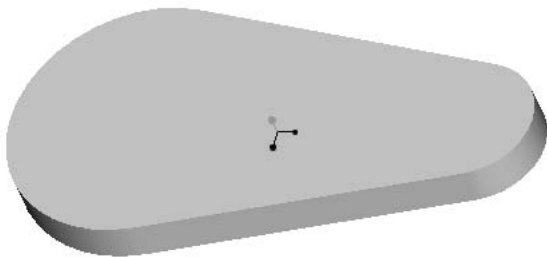

图 3.26 平板 A 生成后的情况
(12) 单击图形显示工具栏中的【保存的视图列表】按钮，选取【默认方向】命令，查看生成的平板 A 特征，其结果如图 3.26 所示。